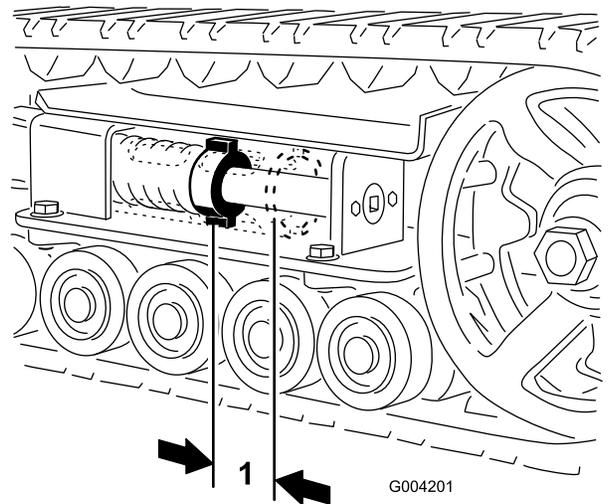

Bild 46
Der Abstand zwischen der Spannungsmutter und der Rückseite des Spannungsrohrs sollte 7 cm sein (Bild 46). Stellen Sie ansonsten die Kettenspannung wie folgt ein:
5. Drehen Sie die Spannschraube mit einer Ratsche (1/2") nach links, bis der Abstand zwischen der Spannmutter und der Rückseite des Spannungsrohrs 7 cm beträgt (Bild 46).
12. Drehen Sie die Spannschraube nach links, bis der Abstand zwischen der Spannmutter und der Rückseite des Spannungsrohrs (Bild 46) 7 cm beträgt.